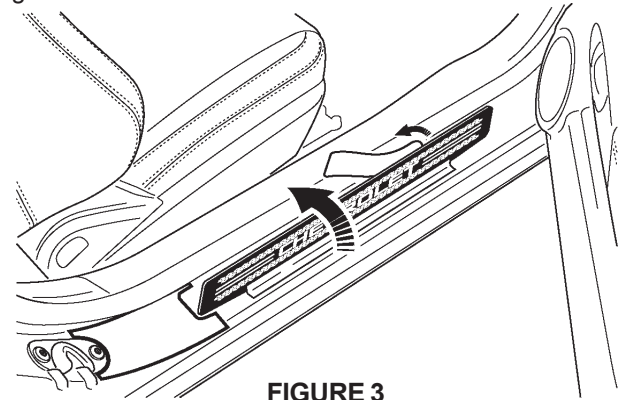

FIGURE 3
6. Tourner avec soin l'arrière de la décalcomanie de bas de porte et à l'aide d'un chiffon propre, frotter la décalcomanie à partir du centre en allant vers le bas. Se reporter à la Figure 3.